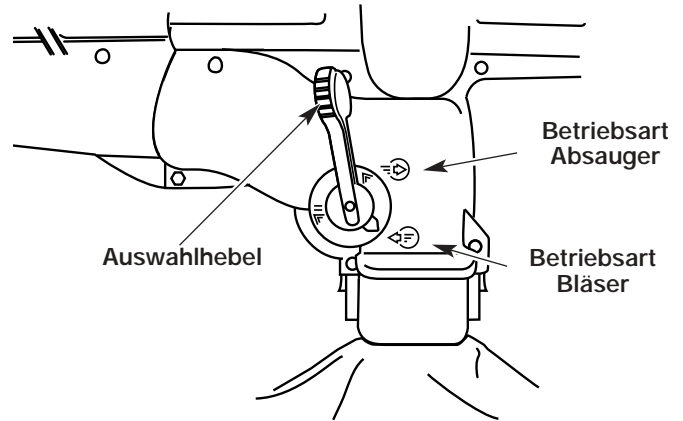

Abb. 14
2. Den Auswahlhebel Bläser/Absauger in die obere Position bringen (Betriebsart Bläser) (Abb. 14).